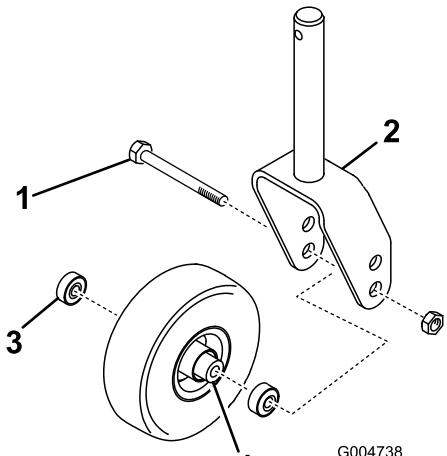

図 28
ロックナット(図 28)を外す。キャスター・ホイールをつかんでおいて、ボルトをフォークまたはピボット・アームから抜き取る。
2. ホイールのハブからベアリングを外して、ベアリングスペーサを床に落とす(図 28)。ホイールハブの反対側にあるベアリングを取りる。